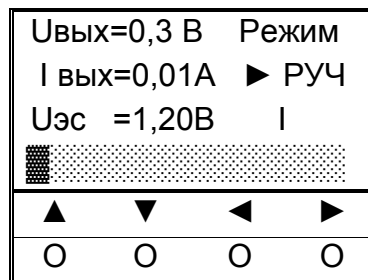

Рисунок 12
1. С помощью кнопок управления «◀», «▶» установить ползунок в нижней строке индикатора в крайнее левое положение, проконтролировать значения параметров: U≤0,5В, I≤0,03А (рисунок 12).